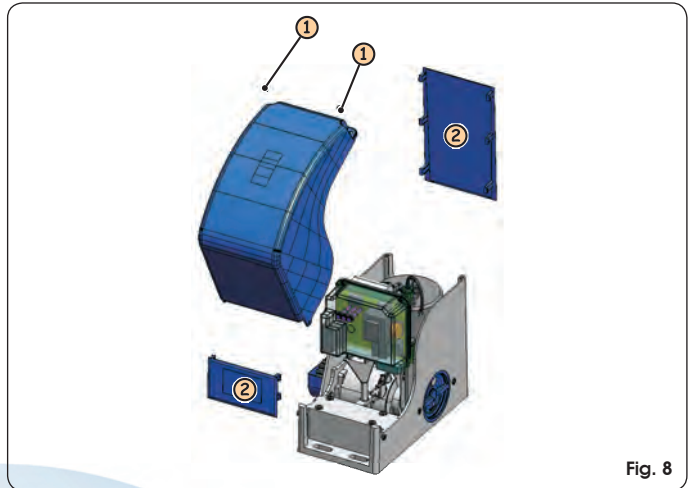

Fig. 8
- ① Quite la tapa del motor, para ello destornille completamente los 2 tornillos de fijación superiores (Fig.8 ref. ①).
- ② Gire la tapa unos 30° y tire de la misma hacia arriba.
- ③ Retire las 2 protecciones laterales (Fig.8 ref.②).